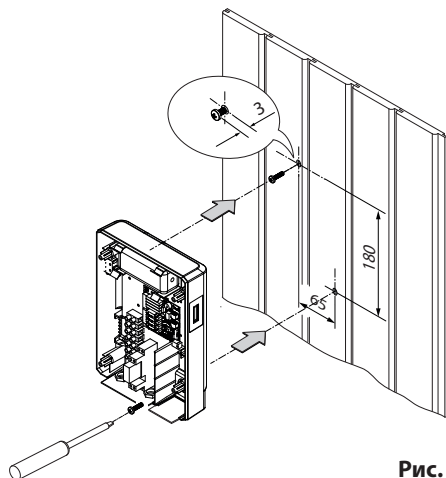

Рис. 2
- Вверните в верхнее среднее отверстие один из шурупов. На этот шуруп навешивается силовой блок. Для этой цели оставьте винт выступающим прилб. на 3 мм (подробно на рис. 2).
- Прочно привинтите нижнюю часть корпуса в двух нижних отверстиях к стенке кабины (Рис. 2).